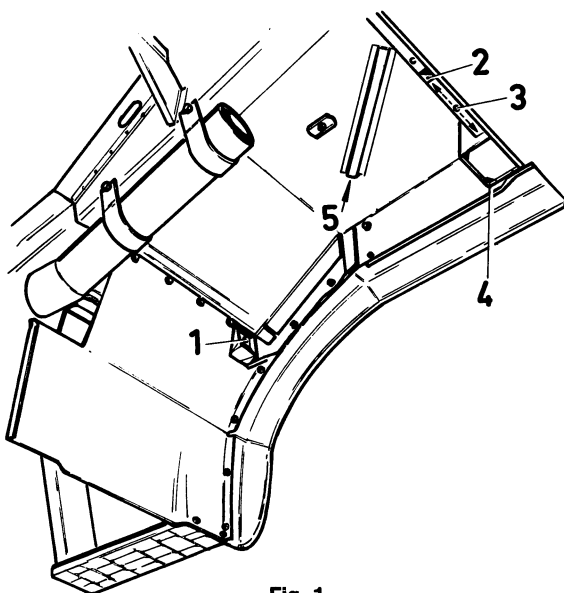

Fig. 1.
1. Boor gat 1 (Ø 8 mm) in de kokersluitplaat van de drempelkoker (fig. 1 en 3).
2. Boor gat 3 (Ø 8 mm) aan de onderzijde van de achterwand (fig. 1 en 8).
1. Forer le trou 1 (Ø 8 mm) dans la plaque de fermeture du bas de caisse (fig. 1 et 3).
2. Forer le trou 3 (Ø 8 mm) entre les deux tôles de la jupe (fig. 1 et 8).
2. Voer de spuitkop via gat 1 in de drempelkoker en trek de kop al spuitend langzaam terug (fig. 1 en 3).
2. Introduire l'embouchure du pistolet dans le caisson du bas de caisse par l'orifice 1 et en aspergeant, lentement retirer l'embouchure (fig. 1 et 3).